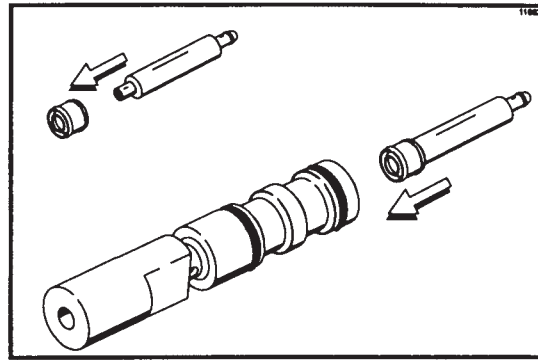

図 10
**重要：**スピナー軸が溝に適正に取付けられていることをチェックして下さい。摩損、欠損または不適正に取り付けられたスピナー軸シールでは、ドローバルブ先端から製品が漏れる可能性があります（図 10 参照）。